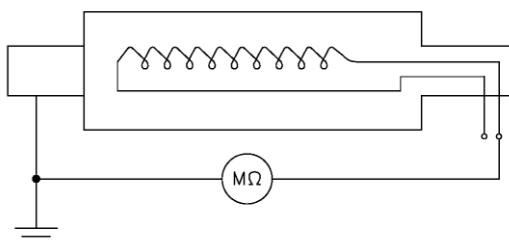

Abbildung 2 - Messen vom Isolierungswiderstand an der Wicklung des Rotors
- **Rotorwicklungen:** Den Isolierungswiderstand zwischen einer Endklemme der Wicklung des Hauptrotors an der Brücke des Gleichrichters und der Masse des Rotors (Welle) messen. (Siehe Abbildung 2 - Messen vom Isolierungswiderstand an der Wicklung des Rotors).